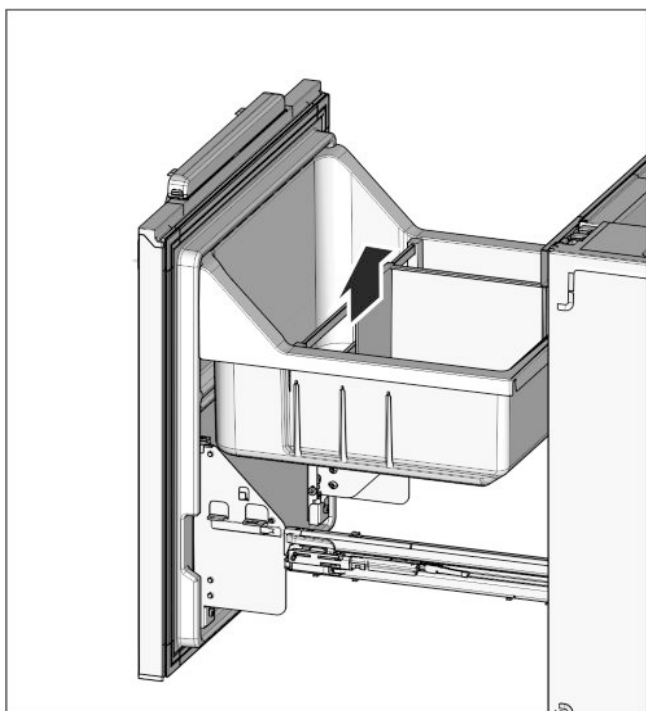

Fig. 25
- Włożyć ponownie stojak na butelki Fig. 25 (32) i pojemnik wysuwany Fig. 25 (31).